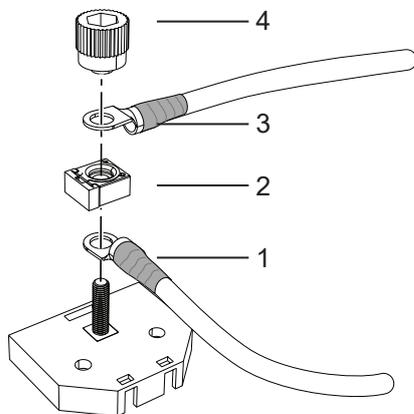
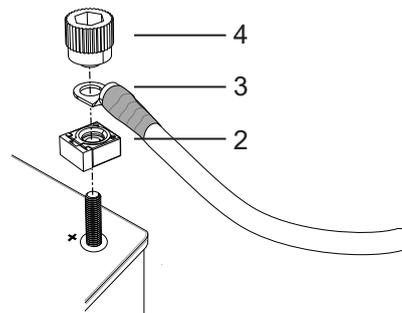

Abbildung 54. Anschließen an den Sicherungskasten
Abbildung 55. Anschließen an den Pluspol der Batterie
2. Stellen Sie ggf. sicher, dass sich der Kabinenschalter (CS) in der Position AUS befindet.
3. Schließen Sie bei Verwenden eines Sicherungskastens das Kabel (1) an den Pluspol der Batterie sowie an den Sicherungskasten an. Positionieren Sie dann die Sicherung (2) darüber, siehe Abbildung 54.
4. Positionieren Sie bei direktem Anschließen an den Pluspol der Batterie die Sicherung (2) auf dem Pluspol, siehe Abbildung 55.
5. Schließen Sie das Hauptstromkabel (3) an den Sicherungskasten bzw. den Pluspol an, siehe Abbildung 54 – Abbildung 55.
6. Schrauben Sie die Kabelanschlüsse und die Sicherung mit dem Drehknopf (4) fest an. Die Kabel werden in einem Winkel von 90° bzw. 180° voneinander montiert. Die Sicherung wird im rechten Winkel zu den Kabeln angebracht, siehe Abbildung 54 – Abbildung 55.